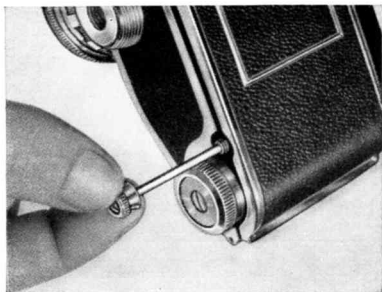

Abb. 29
und vom Kameragehäuse wegziehen (etwa 4 cm, siehe Abb. 29). Dann Knopf (39) wieder zurückschieben und festschrauben. Mit zwei Blindaufnahmen das Filmende in die Aufwickelpatrone hineinziehen. – Filmabschneidemesser (38) in gleicher Weise benutzen, wenn von einem Filmstreifen vorzeitig ein Teil der Aufnahmen in der Aufwickelpatrone der Kamera entnommen werden soll.